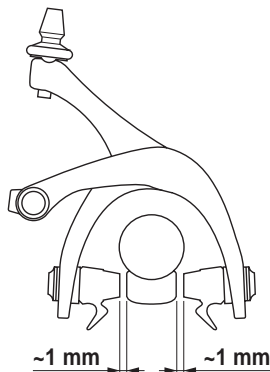

Fig. 7
- Die Bremschuhe müssen ca. 1 mm von der Felgenoberfläche (Abb. 7) entfernt sein. Falls erforderlich, führen Sie eine Feinjustierung mit Hilfe der Einstellschraube für die Kabelspannung (F - Abb. 6) aus.